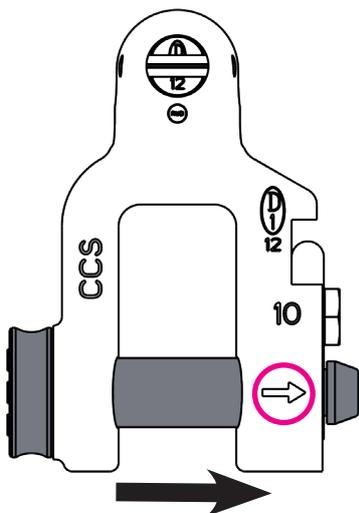

Fig. 16: Direzione di montaggio del perno del grillo
- Il perno del grillo può essere montato solo nella direzione indicata dalla freccia (sul componente) (Fig. 16).
- (opposta alla freccia sulla staffa del grillo, il perno a forcella non si innesta). Per la corretta direzione di montaggio del perno del grillo, vedere la Fig. 16.